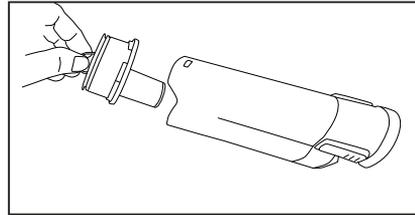

Fig. 5
2. Tire del anillo de metal para retirar el cartucho del filtro del depósito de polvo (Fig. 5).